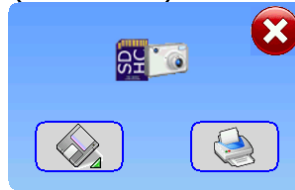

Abb.6.7. Zielfenster des Screenshots: in eine Datei oder an einen Drucker
- Drücken Sie das Symbol  (☞ Abb.6.1) um das Fenster mit dem Screenshot-Ziel anzuzeigen: in eine Datei oder an einen Drucker (☞ Abb.6.7).
- Nach dem Speichern der Datei erscheint das Fenster zur Speicherbestätigung mit dem Namen der Screenshot-Datei (☞ Abb.6.7).
- Drücken Sie das Symbol  (☞ Abb.6.7) um den Screenshot abzubrechen und das Fenster zu schließen.
- Wenn die Anzeige erscheint  (☞ Abb.6.1) oder das Symbol inaktiv ist  (☞ Abb.6.7), ist die SD-Karte nicht aktiviert, nicht formatiert oder nicht im Steckplatz eingesetzt.